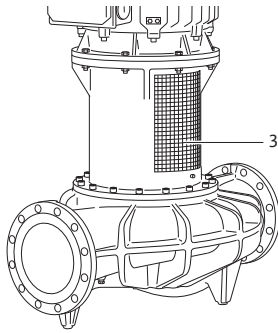

Fig. 48: Chapa de proteção do acoplamento montada
- **Operar a bomba apenas com as chapas de proteção do acoplamento montadas (Fig. 48, pos. 3).**